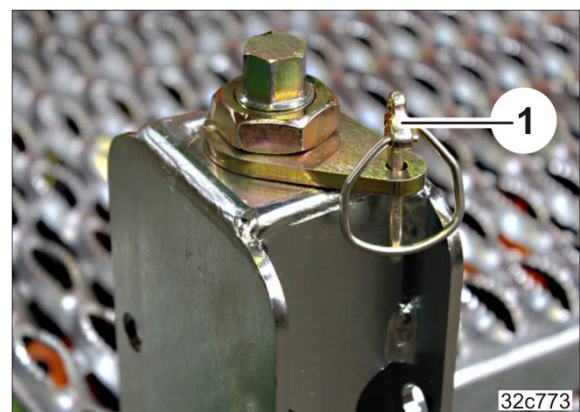

Рис. 185
4. Зафиксируйте положение настройки пружинным фиксатором (Рис. 185/1).